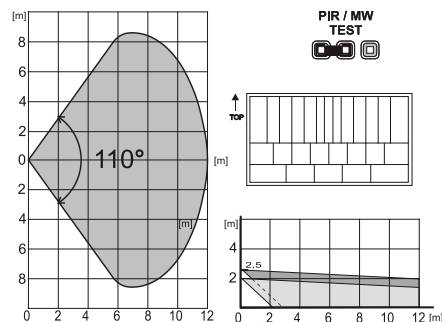

Fig. 2: Dekningsegenskaper kan endres ved å bruke en alternativ linse:
**PIR-detektoren** er utstyrt med en 110°/12 m-linse. Dekning – se Fig. 2. Sjekk dekingen ved hjelp av hylstret (8) i «**PIR**»-posisjon. Bevegelse vises ved hjelp av en rød lysdiode.